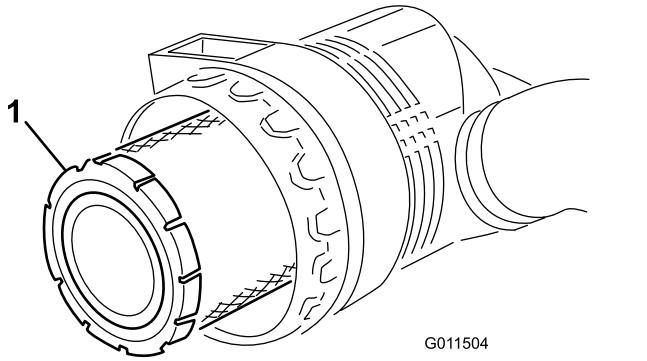

Рисунок 55
- Снимите и замените фильтр грубой очистки(Рисунок 55).